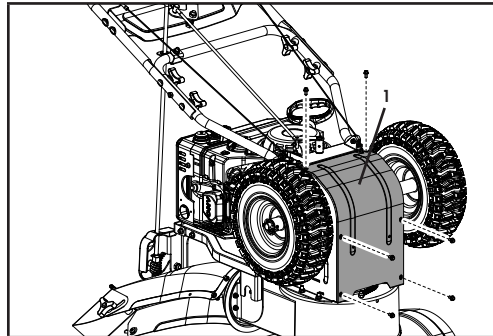

Figure 44A
2. Enlevez le couvercle de la base du châssis (1) du dessous de la souffleuse à neige en enlevant les 6 vis M6 x 16 qui le retiennent (figure 44A).